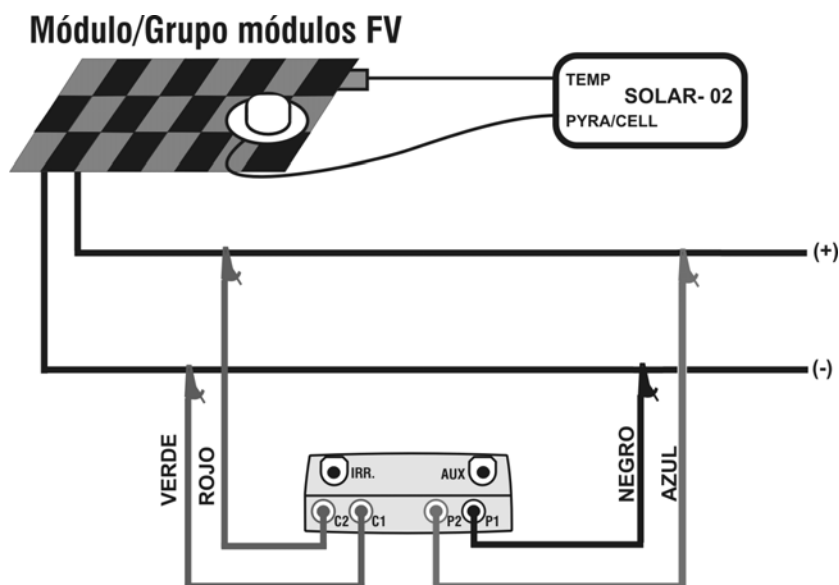

Fig. 9: Conexión del instrumento al módulo/stringa FV
21. Conecte el instrumento al módulo/stringa en prueba como muestra la siguiente Fig. 9 En particular conecte el polo Negativo en la salida del módulo/stringa a los terminales P1, C1 y el polo Positivo en la salida del módulo/stringa a los terminales P2, C2. En el modo de activación "Auto" se recomienda el uso del accesorio opcional KITKELVIN